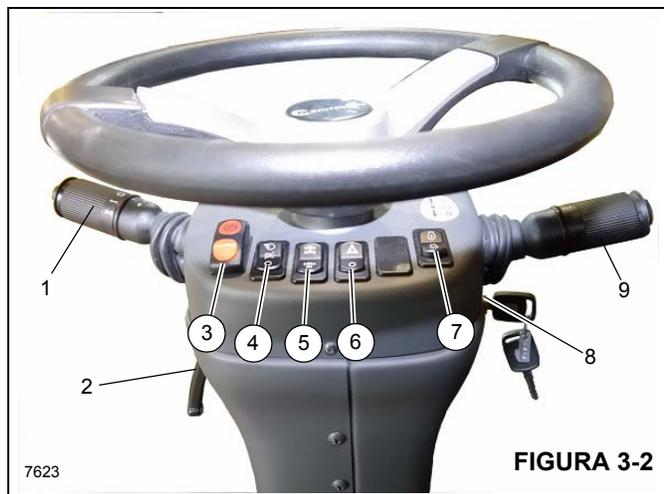

FIGURA 3-2
Todos os controles e indicadores para operar e monitorar as funções do guindaste encontram-se na cabine do guindaste Figura 3-2 e incluem o seguinte:
O conjunto da coluna de direção (5) (Figura 3-1) é uma coluna de direção de pedestal inclinável e telescópica. Ele pode inclinar para trás 30° ou pode elevar-se na vertical aproximadamente 60 mm (2.3 pol.). Inclui a chave de ignição e outras chaves de controle (Figura 3-2).
A alavanca da sinaleira direcional e controles do limpador/lavador do para-brisa (1) (Figura 3-2) localizam-se no lado esquerdo da coluna de direção. Empurrar a alavanca da sinaleira direcional para baixo faz com a sinaleira direcional esquerda dianteira e a esquerda traseira pisquem. Empurrar a alavanca da sinaleira direcional para cima faz com a sinaleira direcional traseira direita e a dianteira direita pisquem.
A coluna de controle de direção pode ser girada aproximadamente 30° para trás e erguida cerca de 60 mm (2.3 pol.). Gire a alavanca de controle (2) (Figura 3-2) para baixo para travar a coluna de direção no lugar; girar a coluna de direção para cima libera a coluna de direção para ajuste.
A chave de controle do freio de estacionamento (3) (Figura 3-2) localiza-se na frente da coluna de direção. Esta chave de duas posições (Liga/Desliga) é usada para acionar e liberar o freio de estacionamento no conjunto motor-transmissão. A luz indicadora do freio de estacionamento no mostrador acende quando a chave de pressão no sistema de liberação do freio for ativada e o freio for aplicado.
A chave dos faróis (4) (Figura 3-2) localiza-se na frente da coluna de direção. Este chave de três posições (Desliga/Estacionamento/Farol) controla a operação das luzes dos instrumentos, dos LEDs das chaves e das luzes do marcador na dianteira, traseira e na lateral do guindaste. A chave é iluminada quando a chave estiver nas posições LIGADO ou PARTIDA.
A chave seletora do eixo de tração (5) (Figura 3-2) localiza-se na frente da coluna de direção. Esta chave de duas posições é usada para selecionar tração nas duas rodas (faixa alta) ou tração nas quatro rodas (faixa baixa). A chave controla uma válvula solenoide (energizada pela tração em duas rodas) que opera a faixa de velocidade e os cilindros de desconexão do eixo da transmissão. O fundo do ícone do mostrador de operação CCS fica amarelo quando o guindaste estiver no modo tração nas quatro rodas. Esse ícone piscará se, quando o motor estiver funcionando, a posição da chave for trocada quando a transmissão não estiver em neutro e o pedal do freio não estiver pressionado. O eixo de tração só pode ser alterado quando a alavanca de câmbio estiver em neutro e o pedal do freio estiver pressionado. A chave é iluminada quando a chave estiver nas posições LIGADO ou PARTIDA.
A chave seletora das luzes de perigo (6) (Figura 3-2) localiza-se na frente da coluna de direção. A chave tem duas posições (LIGADO/DESLIGADO) que fazem com que as quatro luzes da sinaleira direcional pisquem ao mesmo tempo quando a chave é posicionado em LIGADO. Quando a chave estiver na posição LIGADO, as luzes indicadoras da sinaleira direcional na coluna de direção piscam.
A chave de incremento/decremento (7) (Figura 3-2) é uma chave temporária de três posições em que a posição central fixa é a posição desligada. Use essa chave para ajustar a velocidade do motor. Pressione a parte superior ou inferior da chave de incremento/decremento para aumentar ou diminuir a baixa rotação do motor.
A chave de ignição (8) (Figura 3-2) está no lado direito da coluna de direção sob a alavanca de câmbio (9).
A alavanca de câmbio (9) (Figura 3-2) localiza-se no lado direito da coluna de direção. A alavanca de controle aciona a